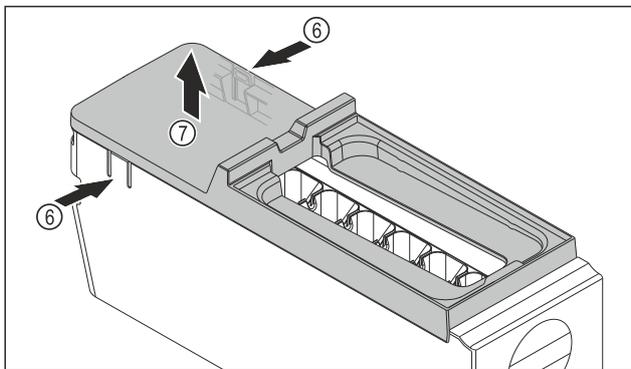

Fig. 113
- ▶ Extraer la cubierta del EasyTwist-Ice: Presionar con la mano las lengüetas Fig. 113 (6) a ambos lados del cuerpo del EasyTwist-Ice.
- ▶ Sacar la cubierta Fig. 113 (7) con la otra mano tirando hacia arriba.